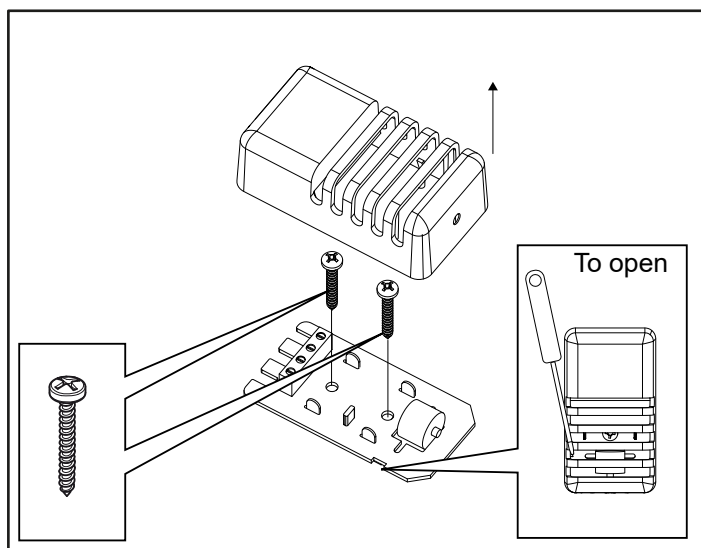
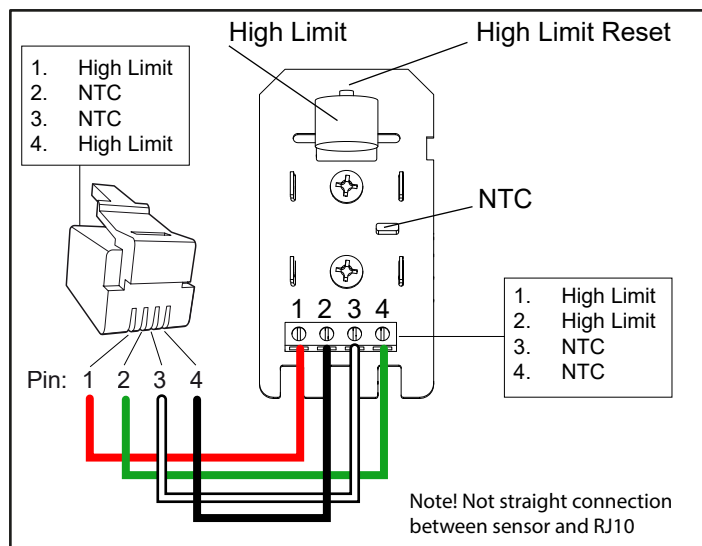

Afbeelding 11: De sensor installeren
Afbeelding 12: Bedrading door de wand
- 8A. Plaats de sensor op de wand (zie afbeelding 11). De thermistordraad kan ook door de wand worden geleid. Maak eventuele gaten in de wand achter de sensor dicht (zie afbeelding 12). De thermistordraad kan buiten de sauna worden verlengd met behulp van een laagspanningsdraad (2-aderig).
8B. Installeer de sensor op de muur, twee saunakachels, zie afb. 13. De thermistordraad kan ook door de muur worden geleid. Dicht eventuele gaten in de muur achter de sensor af, zie afb. 12. De thermistordraad kan met behulp van laagspanningsdraad (4-aderig) buiten de sauna worden verlengd. Als u de kabel binnen de sauna wilt leiden, zie afb. 15.